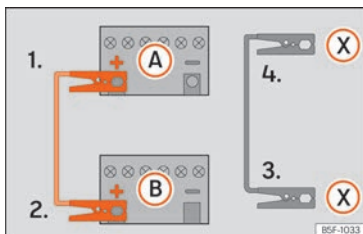

Fig. 44 Schéma de branchement pour les véhicules équipés du système Start-Stop.
- 4b. Sur les véhicules avec système Start-Stop : raccordez une extrémité du câble d'urgence noir (X) à une borne de mise à la terre appropriée, à une pièce métallique massive vissée au bloc-moteur, ou au bloc-moteur lui-même » » » fig. 44.
5. Branchez l'autre extrémité du câble de démarrage noir (X), dans le véhicule avec la batterie déchargée à une pièce en métal massif vissée au carter-moteur ou directement au carter-moteur le plus loin possible de la batterie (A).